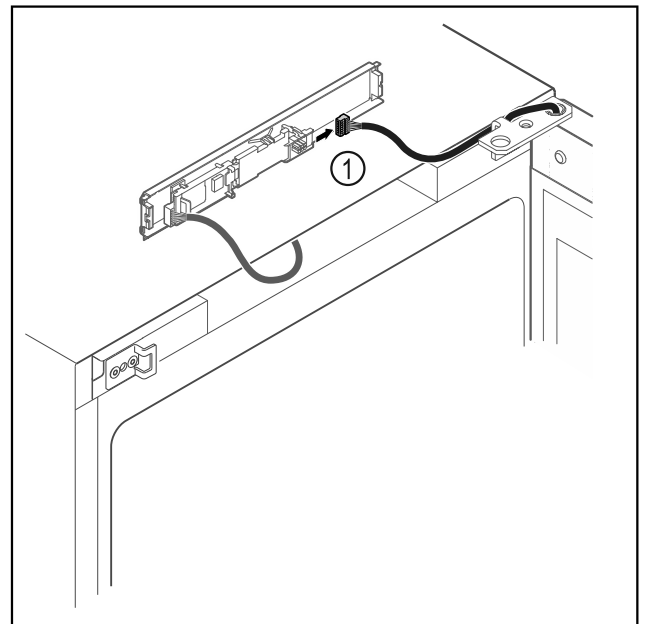

Fig. 18
- Desenchar el conector Fig. 18 (1) de la platina.